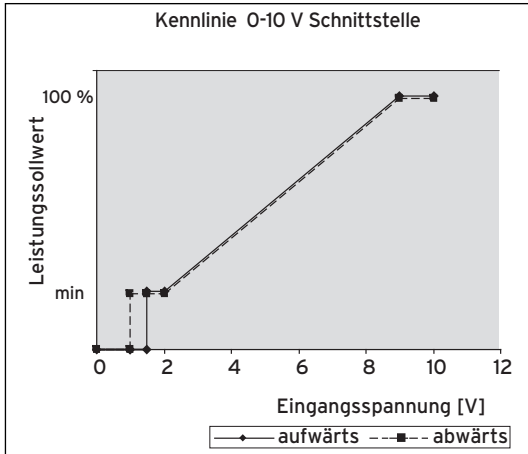
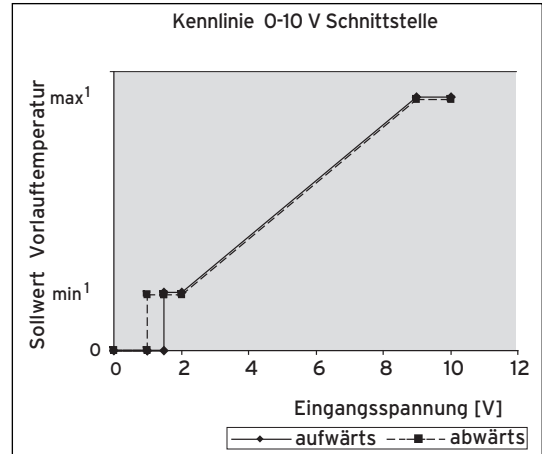
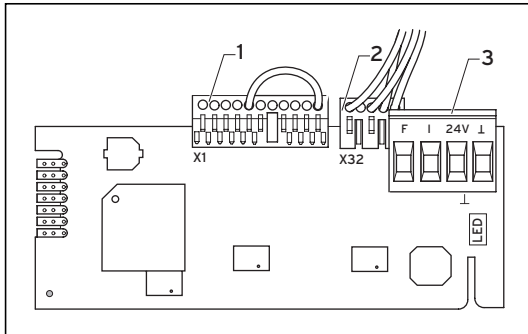

Abb. 3.1 Kennlinie Schnittstelle 0-10 V mit Leistungssollwert
Abb. 3.2 Kennlinie Schnittstelle 0-10 V mit Sollwert für Vorlauftemperatur
Abb. 3.4 Anschlüsse bei Vorlauftemperatursollwert (mit Stecker X1)
Die Schnittstelle 0-10 V --> eBus VR 34 kann entweder einen Leistungssollwert (Abb. 3.1) oder einen Vorlauftemperatursollwert (Abb. 3.2) vorgeben.
Im Auslieferungszustand ohne aufgesteckten Stecker X1 wird gemäß Abb. 3.1 ein Leistungssollwert umgesetzt.
- Stecken Sie zur Ausprägung eines Vorlauftemperatursollwertes (Abb. 3.2) den Stecker X1 mit der Kabelbrücke auf den Steckplatz X1 (s. Abb. 3.4).